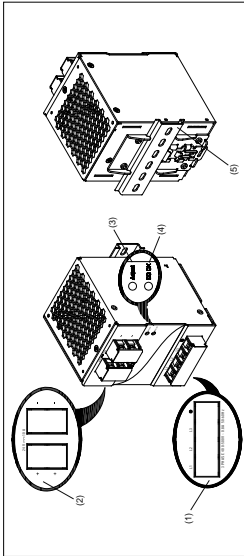

Figure 1
- 2. Gerätebeschreibung (Abb. 1)**
- 2. Device description (Fig. 1)**